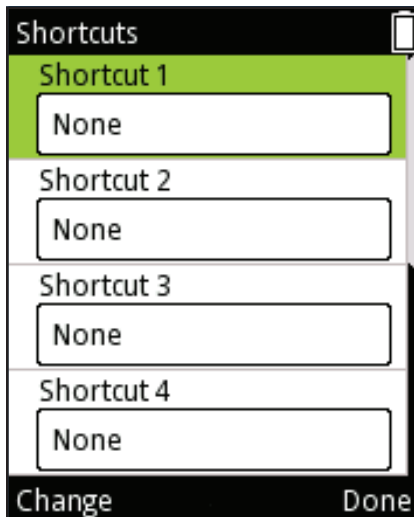

Figura D43.
3. Viene visualizzato un elenco di otto collegamenti rapidi di icone (Figura D43).